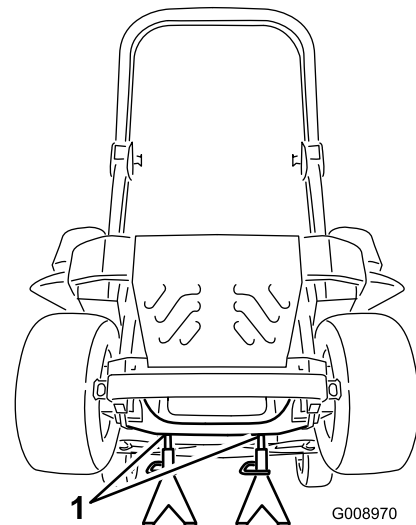

Figure 92
3. Soulevez la machine sur des chandelles (Figure 92).
9. Retirez les chandelles et abaissez la machine (Figure 92).